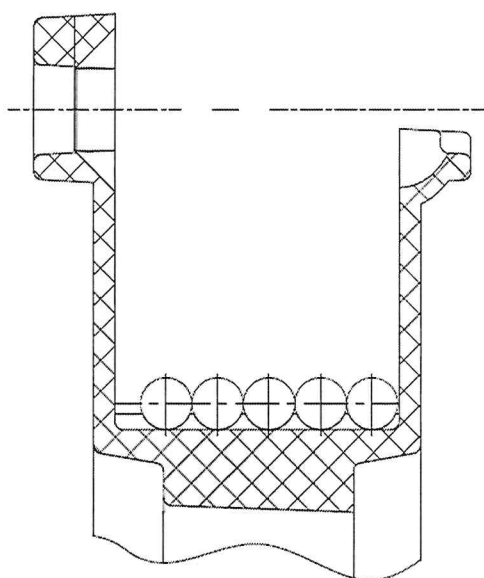
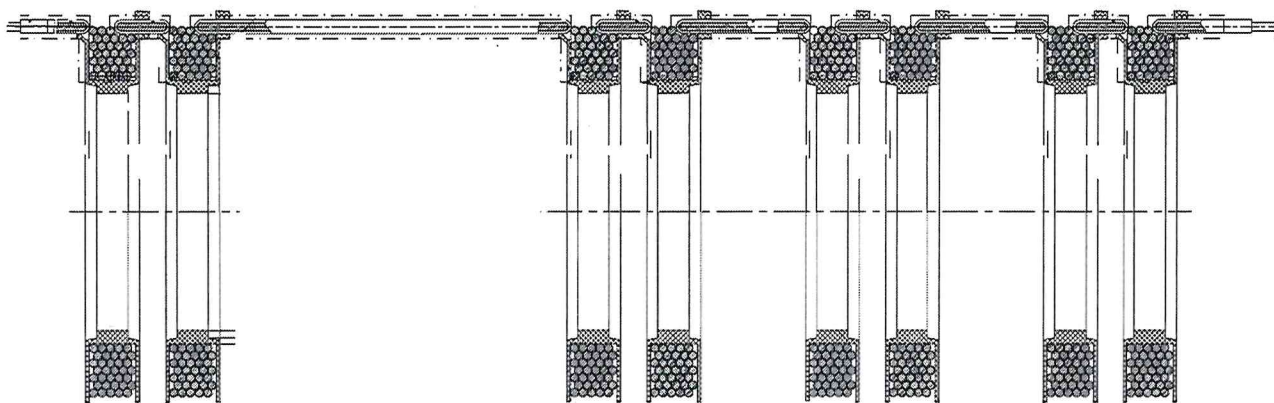

Рисунок 1. Каркас катушки
Рисунок 2. Схема расположения катушек в катушечных группах.
2.1 Катушечная группа состоит из набора каркасов катушек (рисунок 1), отлитых из Полифенилсульфон Radel R-5100 NT15, с обмоткой из терлостойкого обмоточного провода ППИ-УМ 1,6 ТУ3592-002-93970671-2016 намотанных согласно схеме (см. рисунок 2):